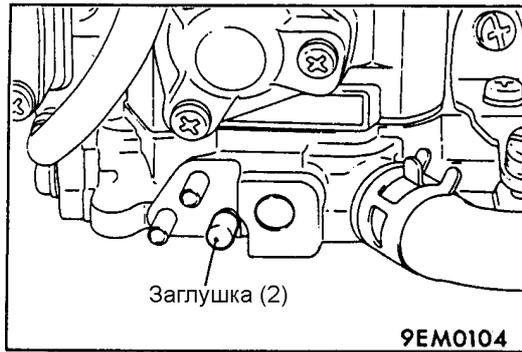

Рис. 11.108
- (1) Снимите вакуумный шланг (с зеленой полоской) с карбюратора и подсоедините к этому шлангу ручной вакуумный насос.
- (2) Заглушить штуцер, с которого был снят вакуумный шланг (рис. 11.108).
- (3) На непрогретом двигателе, работающем на холостых оборотах, подайте вакуум (разрежение) и оцените реакцию двигателя, после этого повторите проверку на прогревом двигателя и оцените реакцию двигателя (см. таблицу ниже).